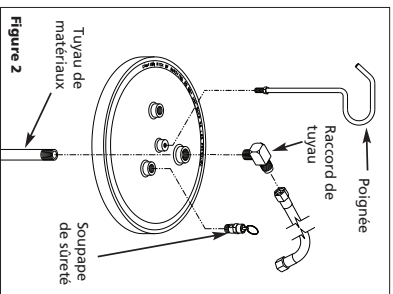

Figure 2
2. Monter la soupape de sécurité à l'orifice du couvercle de réservoir (Voir Figure 2).
4. Installer le raccord de tuyau flexible dans l'orifice du couvercle de réservoir du haut (Voir Figure 2).